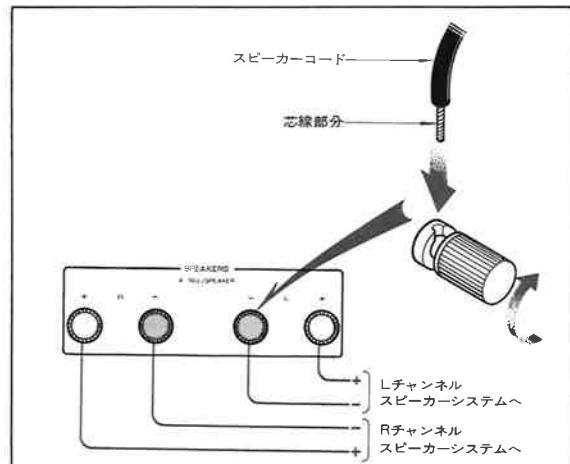

図1
● Lチャンネル (左側) のスピーカーシステムのコードを①側端子へ、Rチャンネル (右側) のスピーカーシステムのコードを②側端子に、極性 (+, -) を確認して接続してください。(図1) 極性をまちがえて接続すると、低音のそこなわれた不自然な再生音となってしまいますからご注意ください。